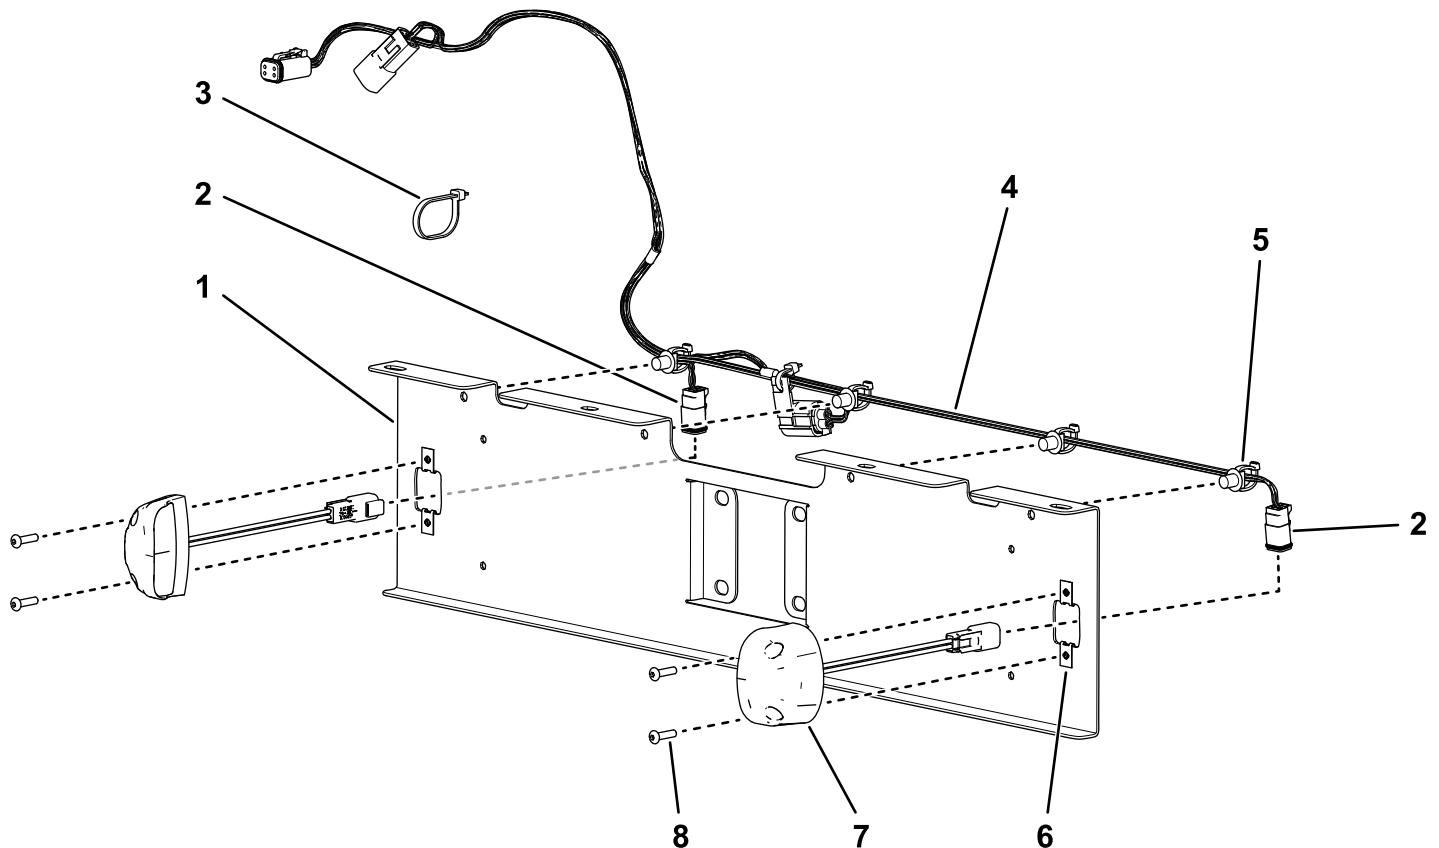

Figura 1
1. Disponete il cablaggio della targa lungo la parte superiore della staffa della stessa, tenendo i due connettori grandi e il fusibile sul lato sinistro (**Figura 1**).
2. Fissate il cablaggio alla staffa premendo i 4 dispositivi di fissaggio a spinta sul cablaggio nei rispettivi fori nella staffa (**Figura 1**).
3. Disponete i connettori della luce della targa attraverso i fori grandi su ciascuna estremità della staffa e collegateli alle 2 luci della targa (**Figura 1**).
4. Montate le luci alla staffa utilizzando i 4 bulloni a testa tonda esagonale (#10 x 3/4") e i 4 dadi a graffetta come illustrato nella **Figura 1**.